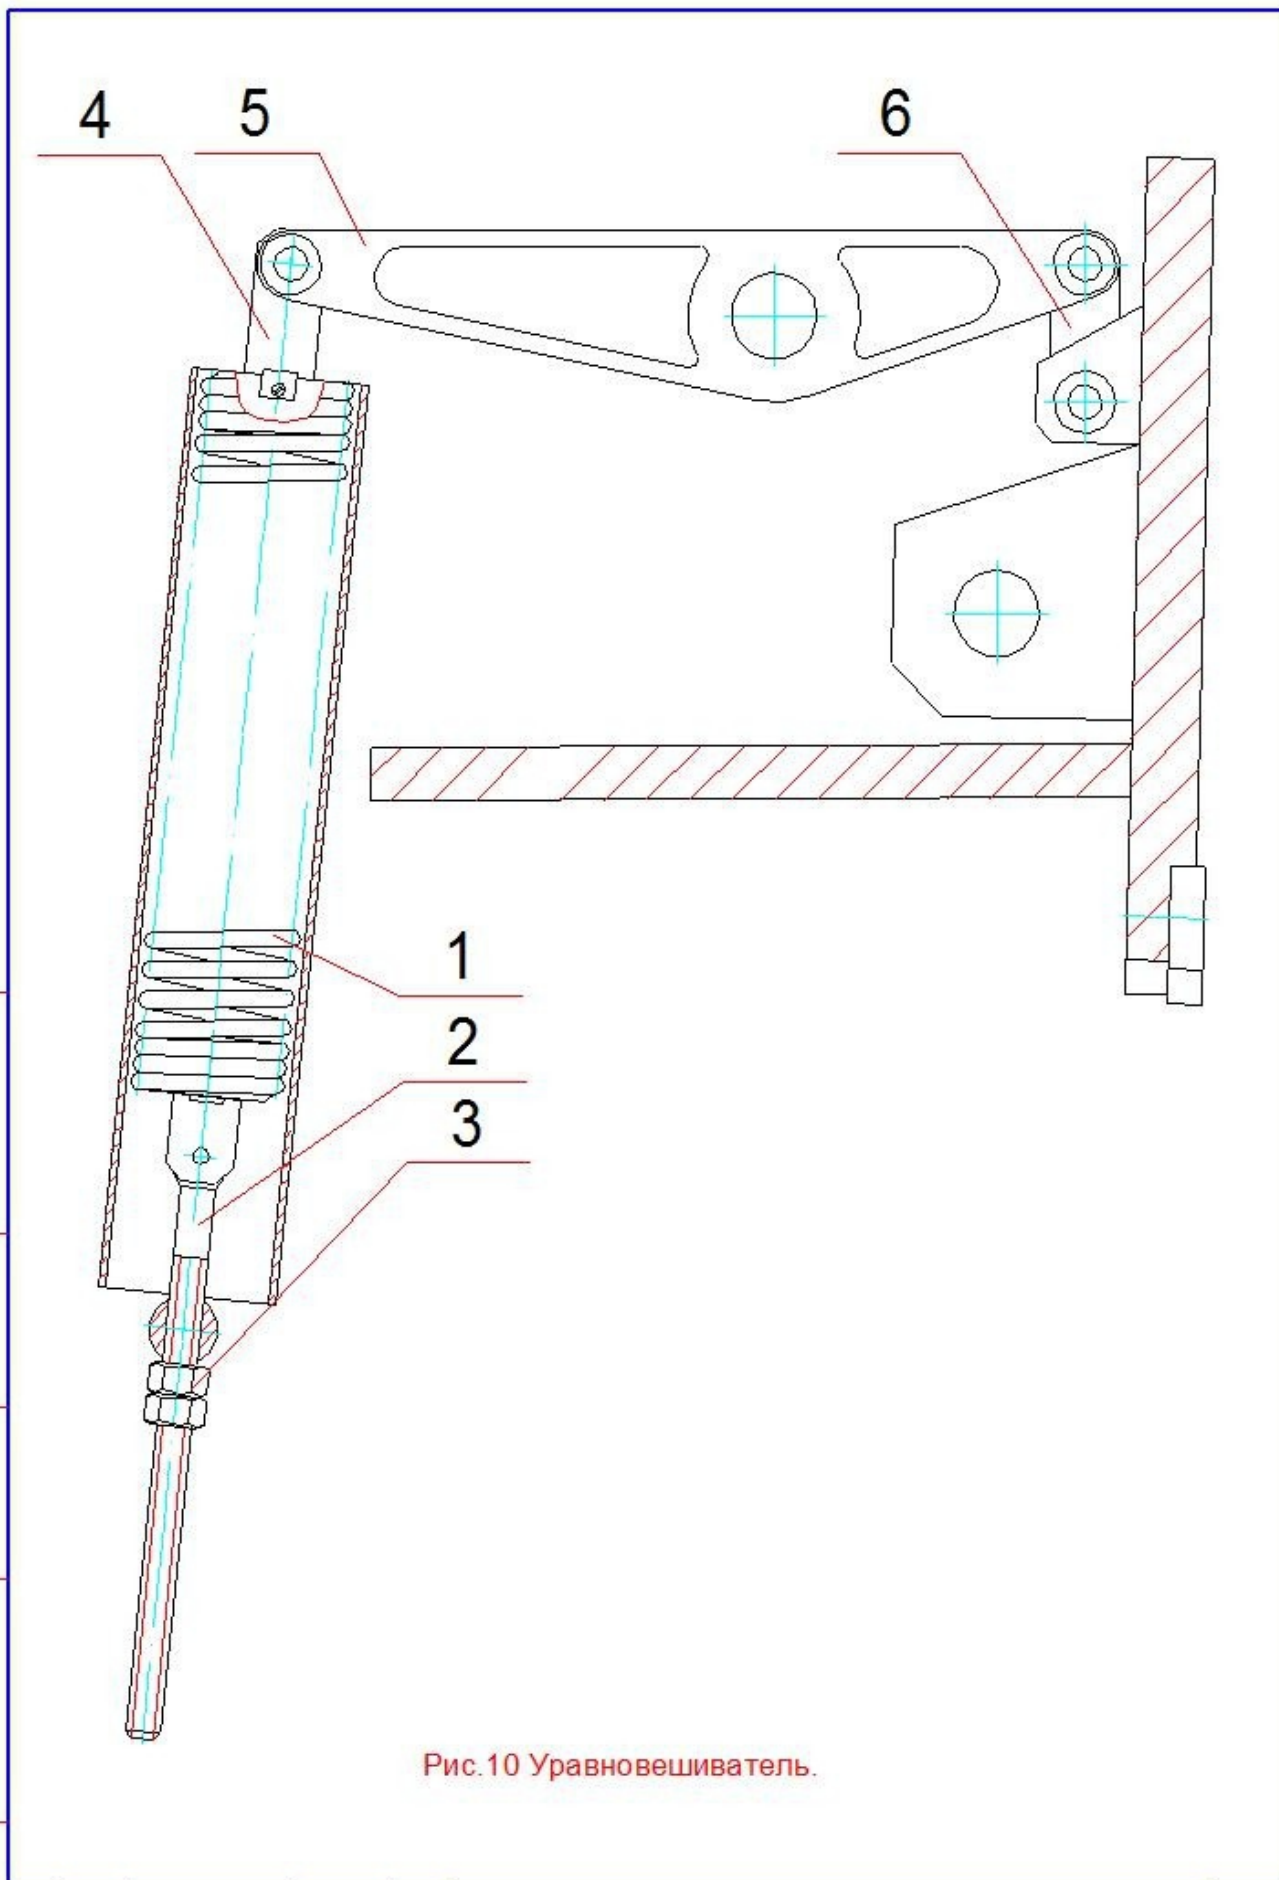

Рис.10 Уровнeshиватель.
1.4.7 Для обеспечения плавной работы привода служат два пружинных уравновешивателя (рис.10), которые уравновешивают ножевую балку и подвижные с ней части.